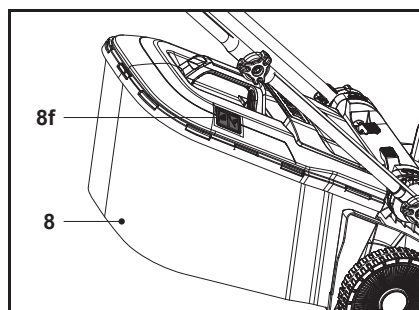

Fig. 12
2. Lorsque la trappe (8f) est fermée, le bac de ramassage (8) est plein et doit être vidé (Fig. 12).